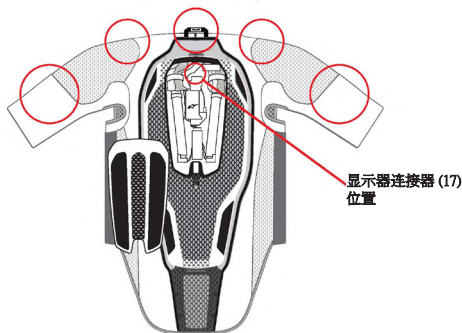

图 12: 尼龙搭扣和外部 LED
1. 系统准备。 取下转换器 (3)，确保底层 (1) 上的所有尼龙搭扣都没有粘贴保护套。共有 5 个魔术贴附件 (图 12)：4 个位于肩部，1 个位于颈部。如果保护外衣的袖子内集成有兼容的 Tech-Air® LED 显示器，则可以使用位于背部保护罩 (5) 下方的外部 LED 显示器连接器 (17) 通过图 12 所示的开口将系统与外部 LED 显示器连接。